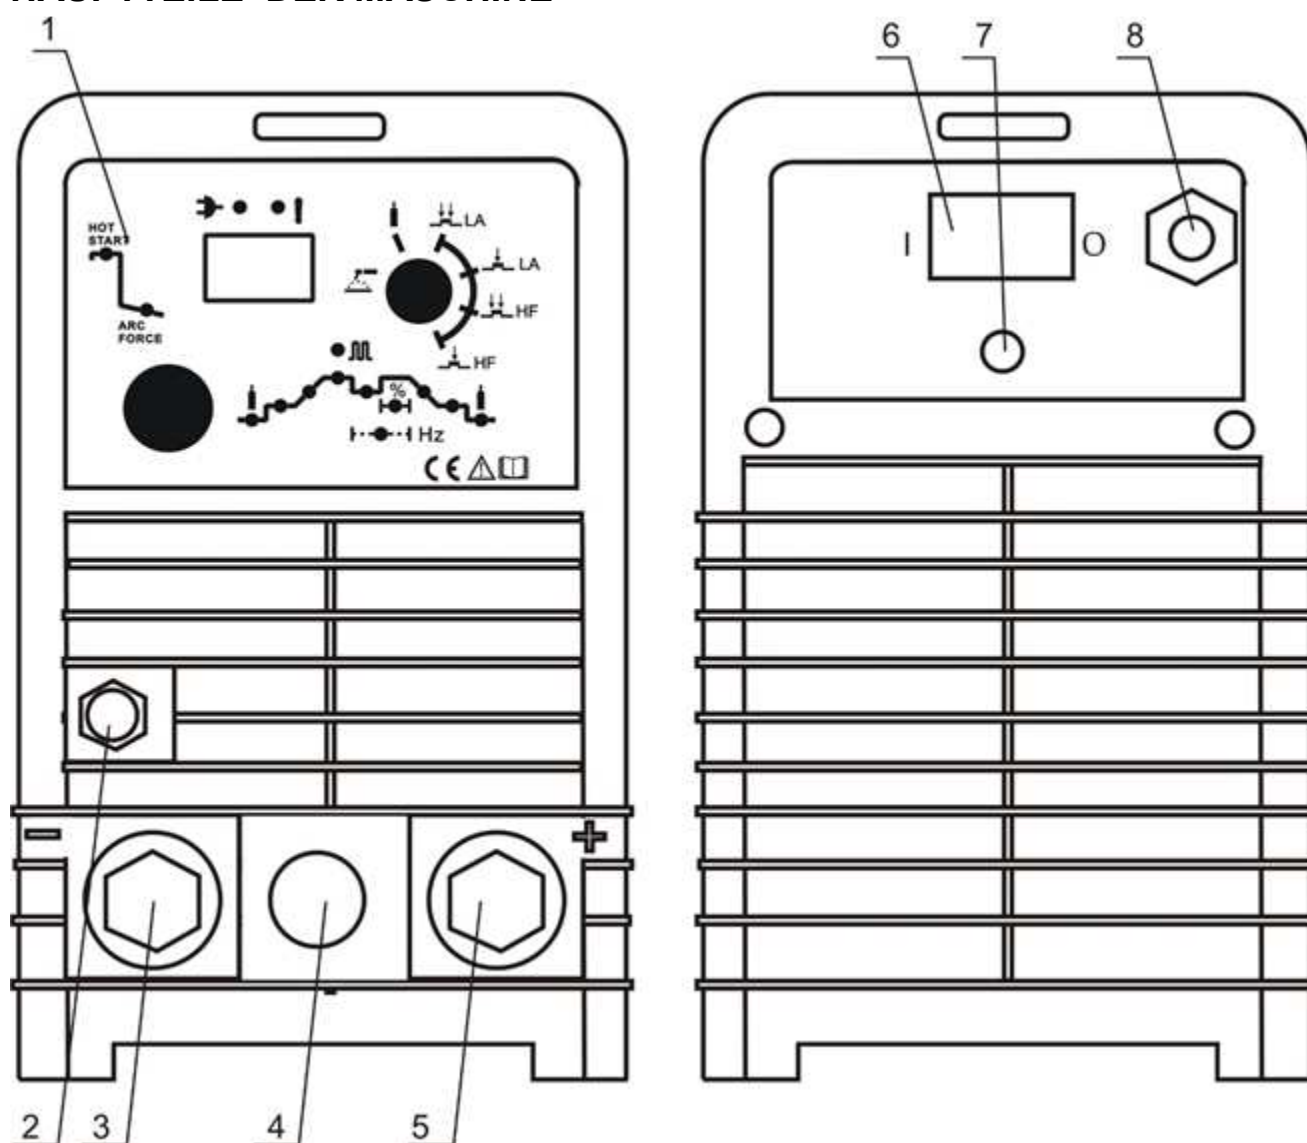

Abb. 1- Allgemeine Maschinenteile
3. Wählen Sie den Schalter (Abb. 2, Pos. 17) den Modus MMA (Abb. 2, Pos. 15) Maschine über Hauptschalter (Abb. 1, Pos. 6) einschalten.
4. Die Elektrodenzange und die Massezange gemäß den vom Hersteller der Schweißelektrode vorgegebenen Polaritäten an die Schnellkupplungen der Maschine anschließen (+) (Abb. 1, Pos. 5) (-) (Abb. 1, Pos. 3).
2. TIG Brenner an die Schnellkupplungen der Maschine anschließen (-) (Abb. 1, Pos. 3).
3. Die Elektrodenzange an die Schnellkupplungen der Maschine anschließen (+) (Abb. 1, Pos. 5).
4. Gasschlauch an Anschluss des Druckminderers anschließen (Abb. 1, Pos. 8).
5. Gasschlauch an Maschine anschließen (Abb. 1, pos. 2).
6. Brennersteuerung an Anschluss 23 der Maschine anschließen (Abb. 1, Pos. 4).